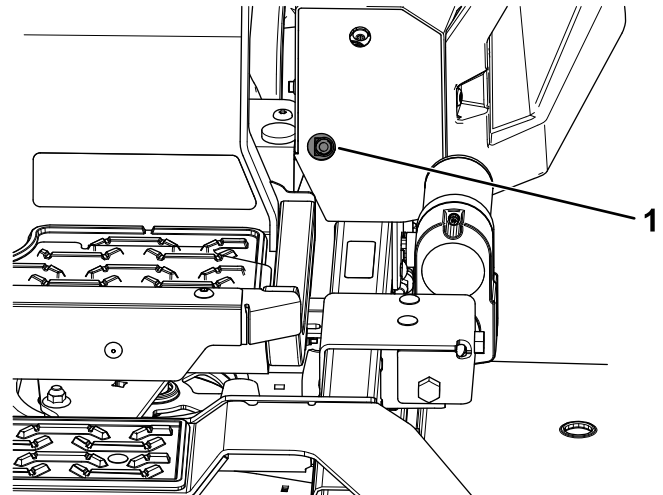
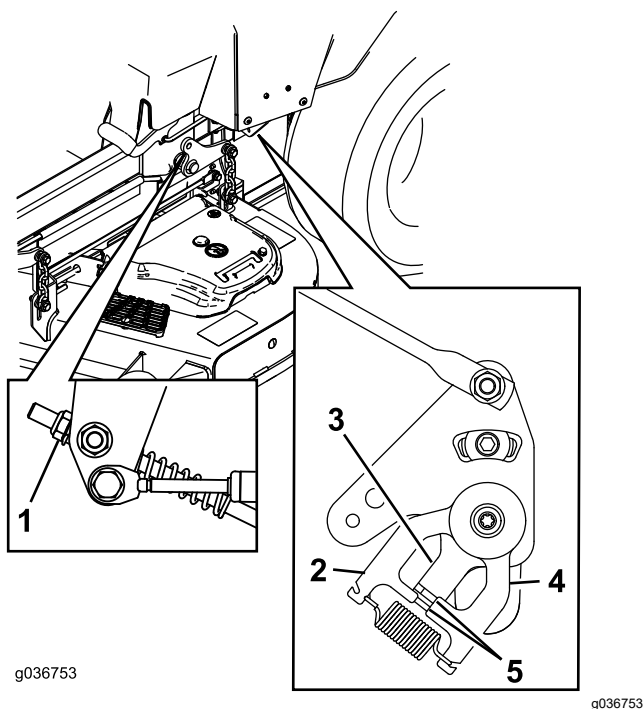

Figura 65
Figura 66
11. Regolate le lunghezze delle aste di controllo della pompa ruotando il dado nella direzione idonea sinché le ruote strisciano leggermente in retromarcia (Figura 65 e Figura 66).